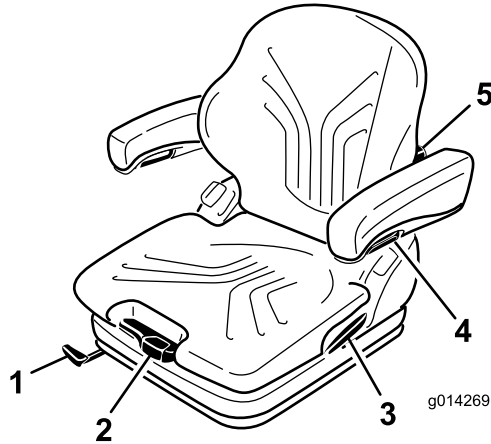

Figura 15
Ajuste el asiento para su peso corporal tirando o presionando la palanca de ajuste de peso (Figura 15).
1. Levante la palanca para desbloquear el asiento (Figura 15).
Gire el pomo de ajuste hasta arriba para ajustar la curvatura de la parte superior del cojín del respaldo. Gire el pomo hasta abajo para ajustar la curvatura de la parte inferior del cojín del respaldo (Figura 15).
Para ajustar la altura de los reposabrazos, separe el tapón redondo (Figura 15) de la tapa, afloje la tuerca hexagonal (13 mm) situada detrás de la misma; ajuste los reposabrazos a la posición deseada y apriete la tuerca. Luego coloque el tapón en la tuerca.
Para ajustar el ángulo del reposabrazos, gire el pomo de ajuste (Figura 15).
Tire hacia arriba de la palanca de bloqueo para liberar el cierre del respaldo (Figura 15). Mientras suelta el cierre del respaldo, no aplique carga al respaldo haciendo presión sobre el mismo.